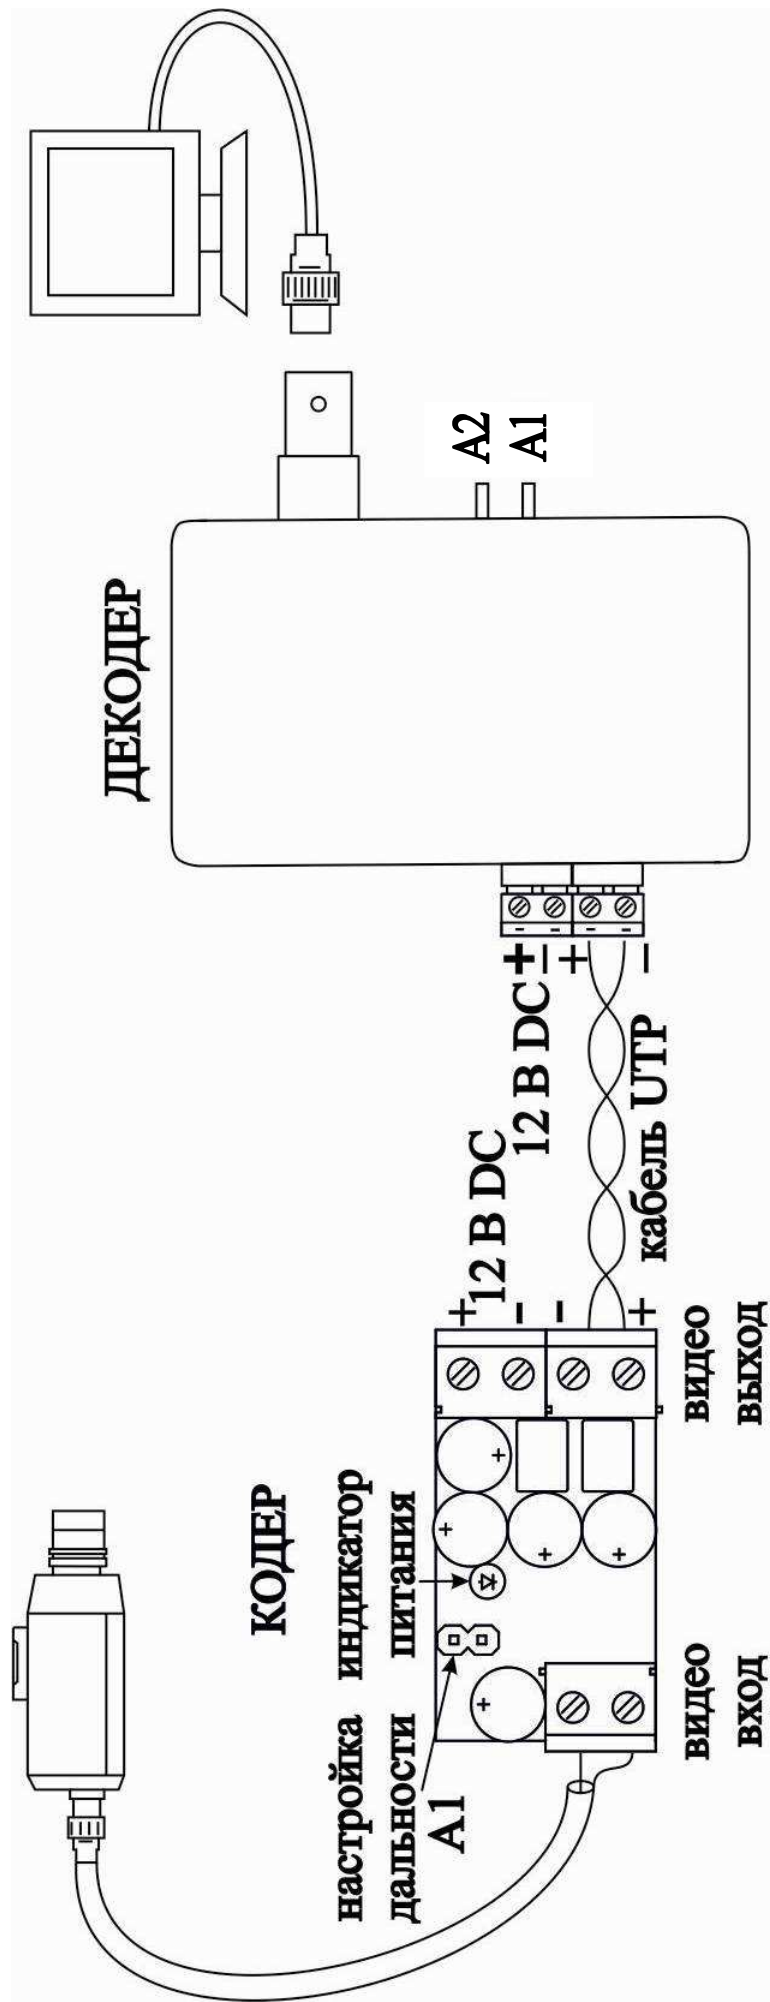

РИС.1. СХЕМА ВКЛЮЧЕНИЯ КОМПЛЕКТА TWIST-HD-micro
1. Соединение кодера и декодера по цепи «Линия» должно производиться выделенной симметричной витой парой, изолированной от всех других проводов, а также от любых металлических конструкций. Пример соединения комплекта с использованием кабеля FTP, UTP показан на рис. 1.
1. Перед включением комплекта необходимо установить переключатели декодера в положение, соответствующее приблизительной длине линии связи согласно таблице настройки дальности. Расположение переключателей A1, A2 на плате кодера и декодера показаны на рис. 1.
3. Подключите комплект к линии связи и цепям питания согласно рис. 1.